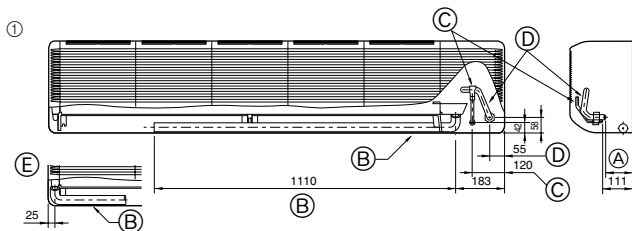

Fig. 4-2
- 1) Расположение труб хладагента и дренажных труб (Fig. 4-2)